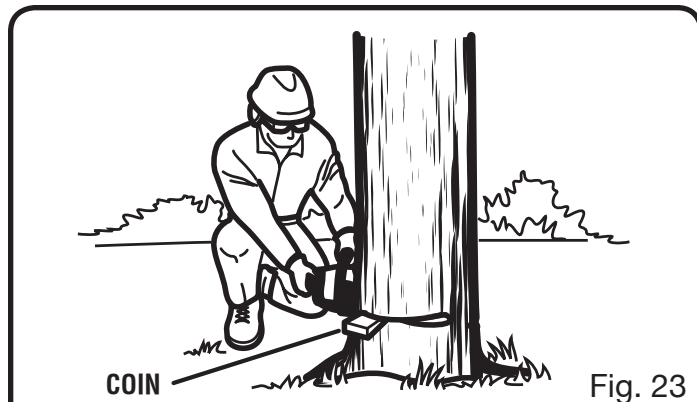

Fig. 23
Toujours utiliser la position de coupe appropriée décrite à la présente section. Ne jamais s'agenouiller au moment d'utiliser la scie à chaîne, sauf abattre un arbre, tel qu'il est illustré à la figure 23. Le fait de s'agenouiller peut entraîner une perte de stabilité et de contrôle sur la scie à chaîne, ce qui peut causer des blessures graves.
- Sur les arbres de grand diamètre, arrêter le trait d'abattage avant qu'il ne soit assez profond pour causer la chute de l'arbre ou son affaissement sur la souche. Ensuite, insérer des coins en bois ou en plastique dans le trait, de façon à ce qu'ils ne touchent pas la chaîne. Les coins peuvent être enfoncés petit à petit pour faire lever sur l'arbre. Voir la figure 23.